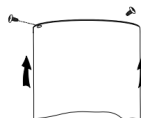

Rys. 7
8. Zamontuj wewnętrzny komin na obudowie okapu kuchennego. Patrz Rys. 7.